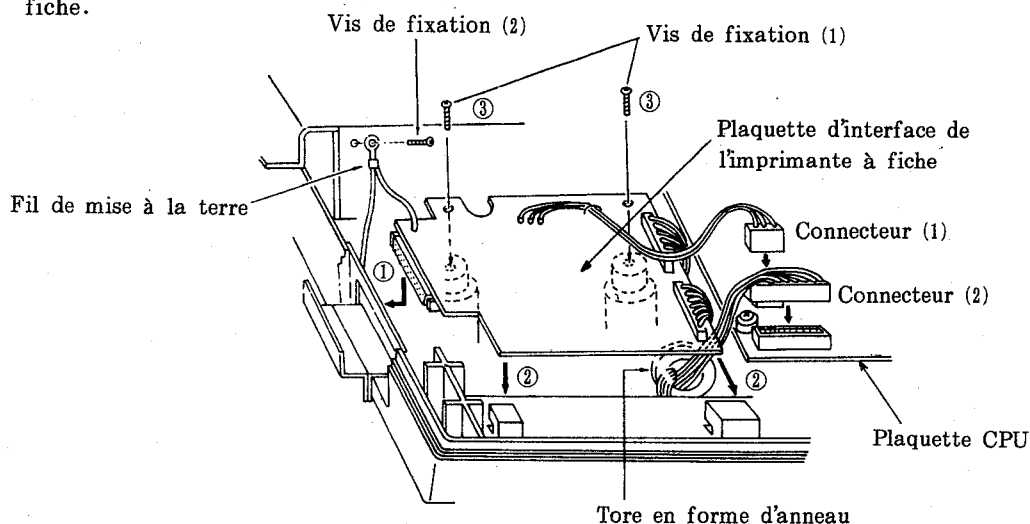

Fig. 42
- 7) Raccorder les connecteurs (1) et (2) de la plaque d'interface de l'imprimante à fiche avec respectivement les connecteurs (CN5) et (CN6) sur la plaque CPU. (Voir la Fig. 42.)